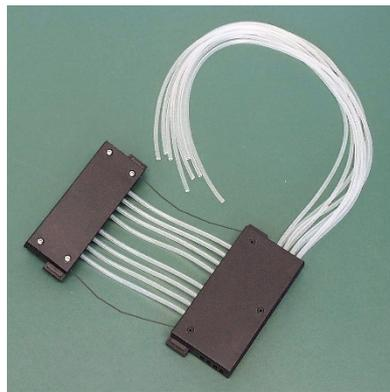

Abbildung 5-48. Sicherstellen, dass die Schläuche nicht eingeklemmt werden
13. Stellen Sie sicher, dass die Schläuche nicht zwischen der unteren und oberen Abdeckung des Oberteils der Dispensierkassette (Abbildung 5-48) eingeklemmt oder verbogen werden.